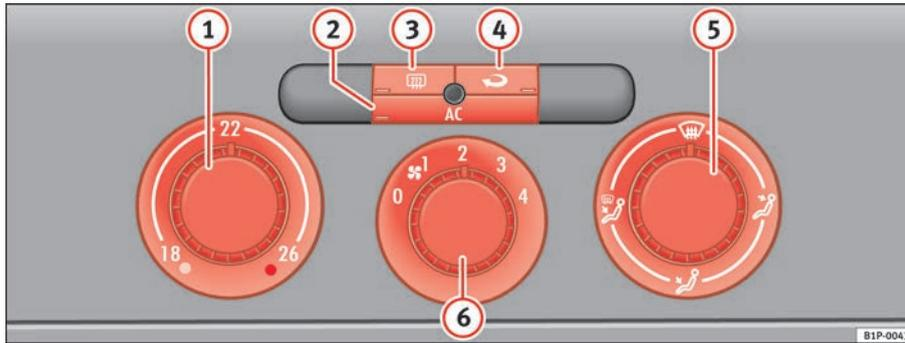

Abb. 108 In der Instrumententafel: Bedienelemente der Climatic
- Mit den Reglern ⇒ Abb. 108 (1) und (5) und mit dem Schalter (6) stellen Sie die Temperatur, die Luftverteilung und die Gebläsestufe ein.
- Drücken Sie die jeweilige Taste (2), (3) oder (4), um eine Funktion ein- oder auszuschalten. Bei einer eingeschalteten Funktion leuchtet das Fenster unten an der Taste auf.
(1) Temperaturregler ⇒ Seite 147.
(2) Taste [AC] – Kühlanlage ein-/ausschalten ⇒ Seite 147.
- (3) Taste [Heckscheibenbeheizung] – Heckscheibenbeheizung. Etwa 20 Minuten nach dem Einschalten wird die Beheizung automatisch ausgeschaltet. Sie lässt sich vorzeitig durch Drücken der Taste ausschalten.
- (4) Taste [Umluftbetrieb] – Umluftbetrieb ⇒ Seite 149.
- (5) Luftverteilungsregler ⇒ Seite 147.
- (6) Gebläseschalter. Der Luftstrom ist in vier Stufen einstellbar. Das Gebläse sollte immer bei langsamer Fahrgeschwindigkeit in niedriger Stufe mitlaufen. ▶
- Schalten Sie die Klimaanlage mit der Taste \Rightarrow Seite 146, Abb. 108  ein.